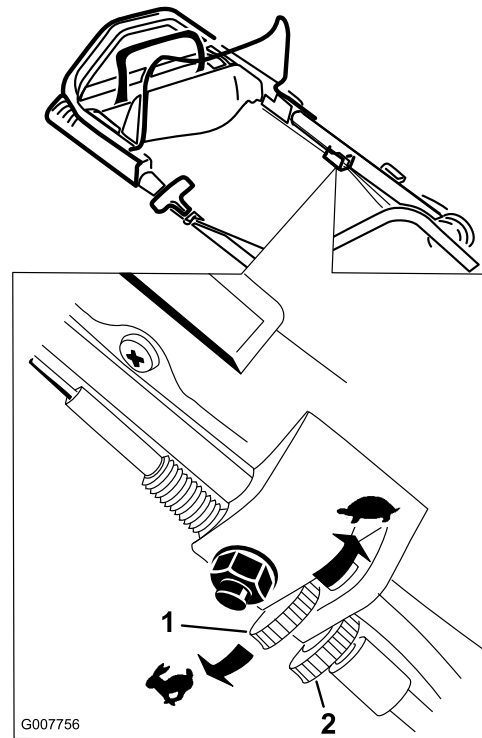

Figura 27
1. Afloje la contratuerca a mano (Figura 27).